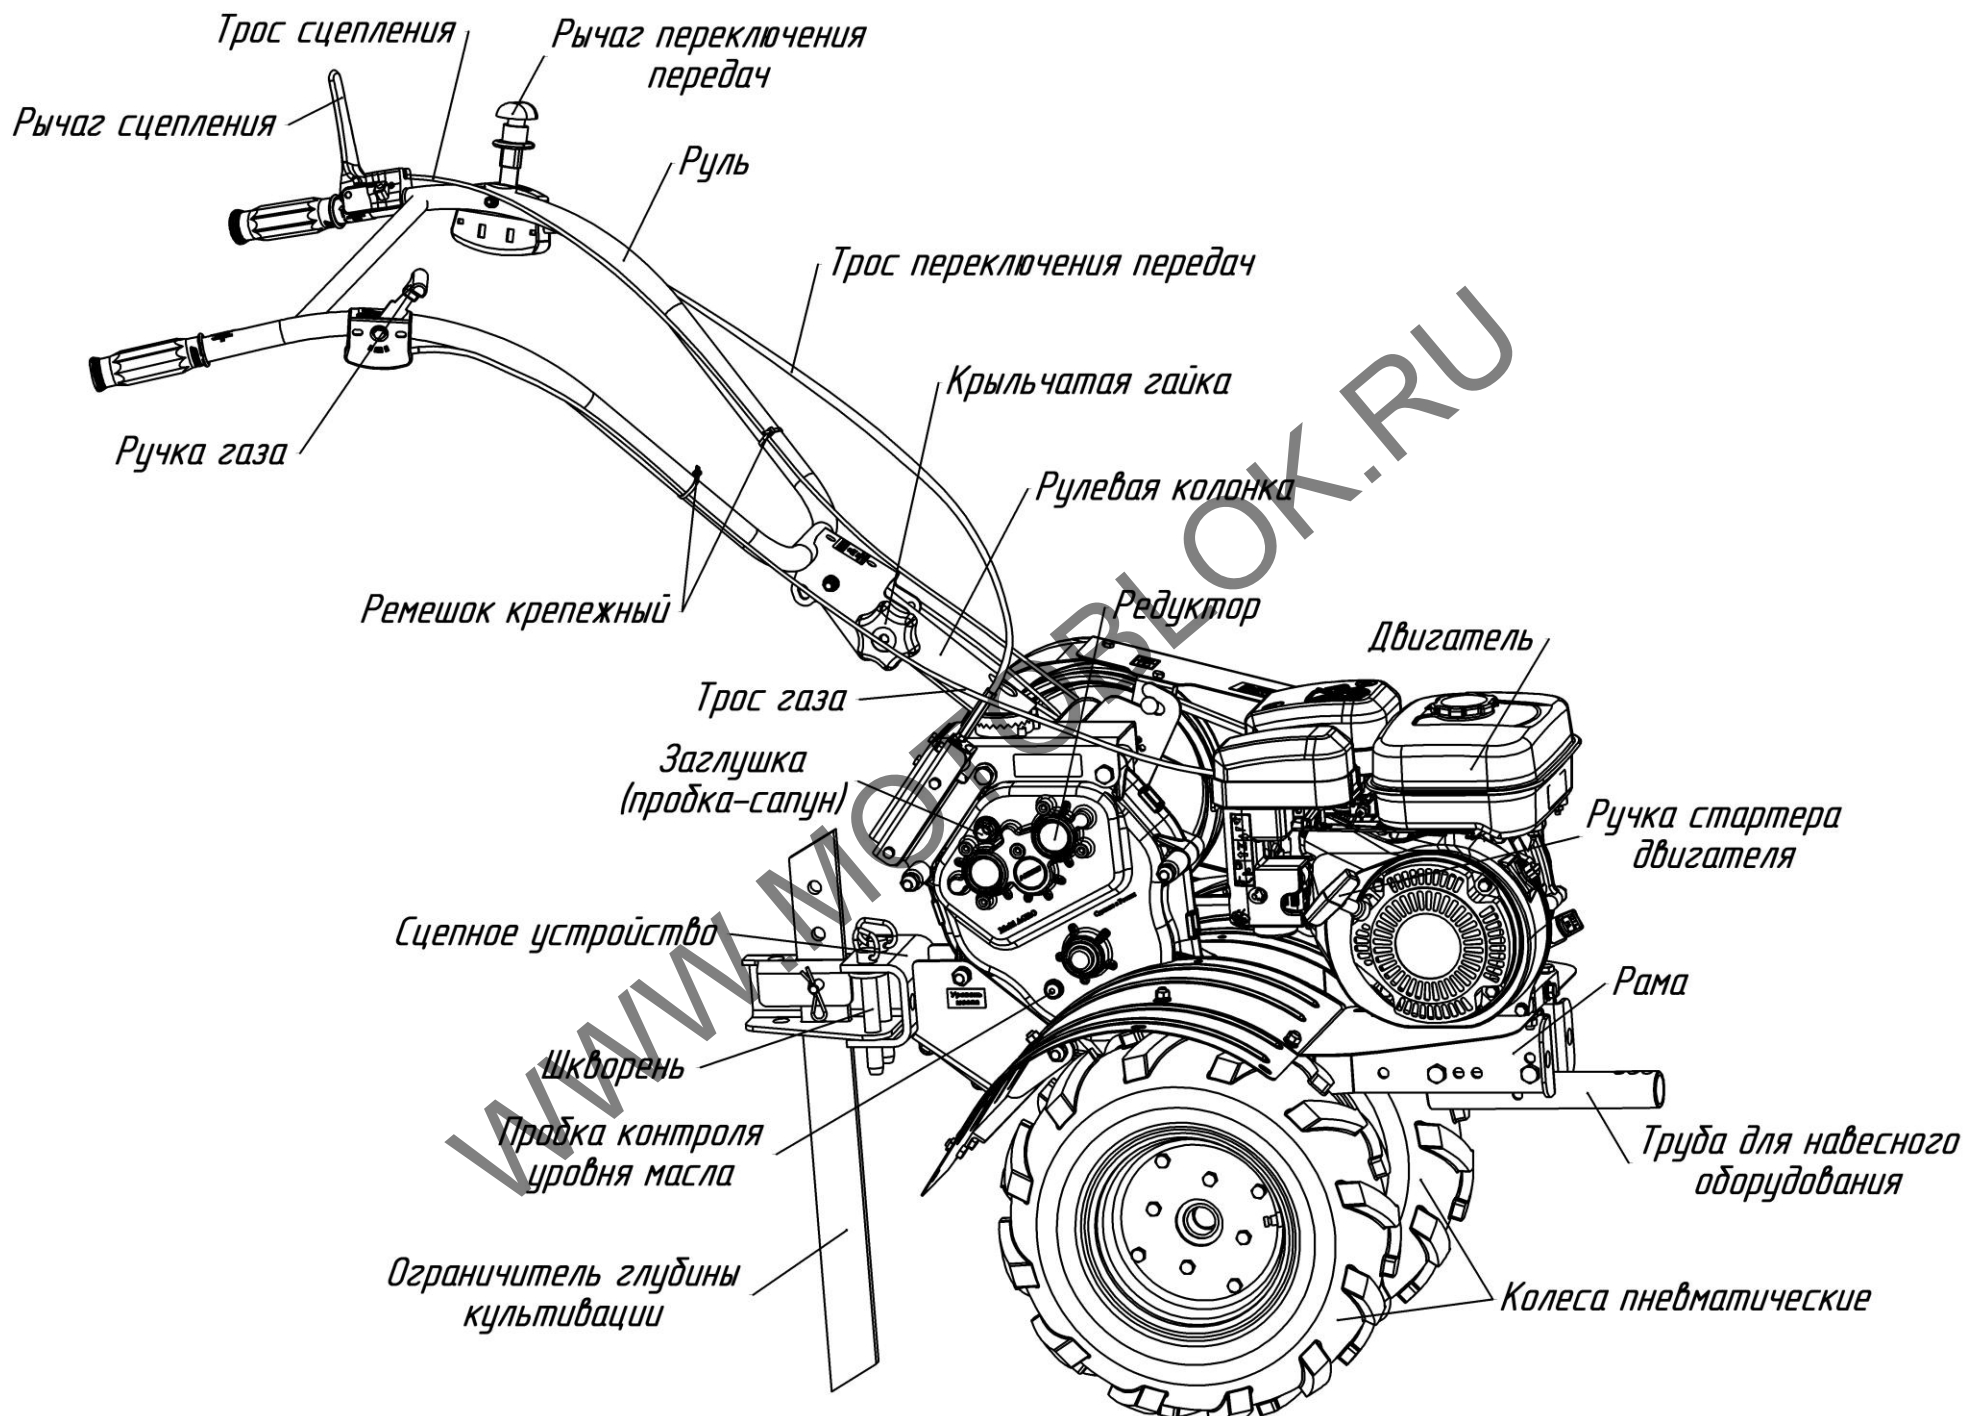

Рис.1 Мотоблок модификаций МБ1/МБ1 Премиум. Общий вид (вид справа)
МБ1 (рис.1, 2, 3) – это одноосный универсальный силовой агрегат, предназначенный для работы как с устройствами, входящими в штатную комплектацию, так и с различными сменными орудиями, и состоящий из:
**Рычаг переключения передач** (рис.1, 3) расположен на левой рукоятке руля.
**Рычаг сцепления** (рис.1, 3) – расположен на левой рукоятке руля, предназначен для включения/выключения сцепления.
**Ручка газа** (рис.1, 3) – расположена на правой рукоятке руля. Перемещение ручки от себя – увеличение оборотов двигателя; на себя – снижение оборотов и остановка двигателя.